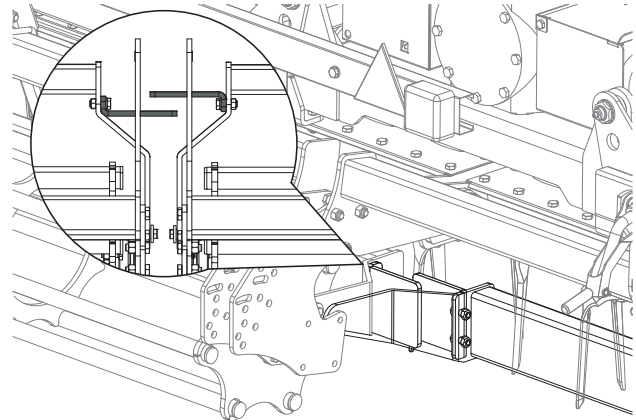

**FIG. 10**
- Den Zinken (1, "Fig. 10") in den zentralen Träger (2) einsetzen.
- Die Position mit dem Bolzen (3) regulieren.
- Den Bolzen mit entsprechenden Stift (4) absichern.